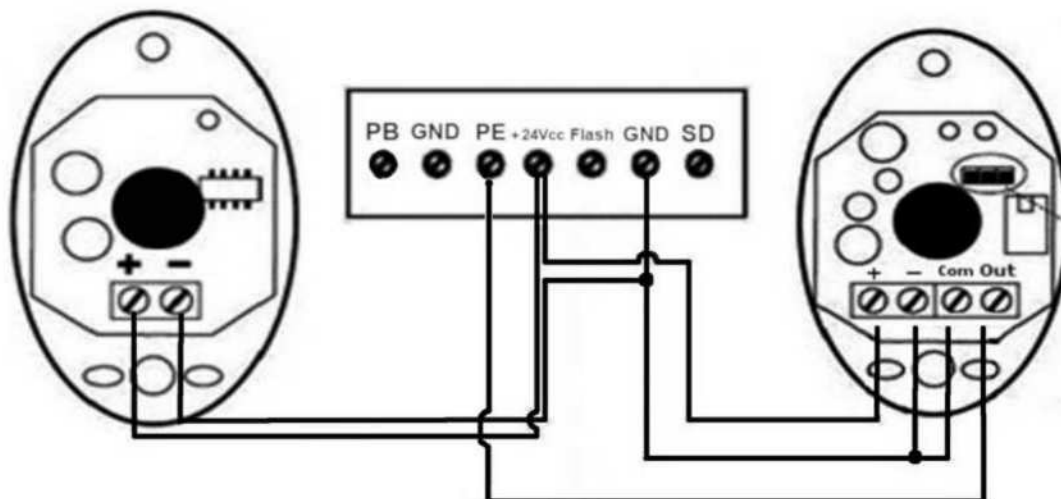

Fig.61
Las fotoceldas infrarrojas utilizan el contacto normalmente cerrado y debe estar conectado como se indica en la Fig.61 y Fig.62.
9.4.-Conexión de las Fococeldas (Opcional). (Fig.61)